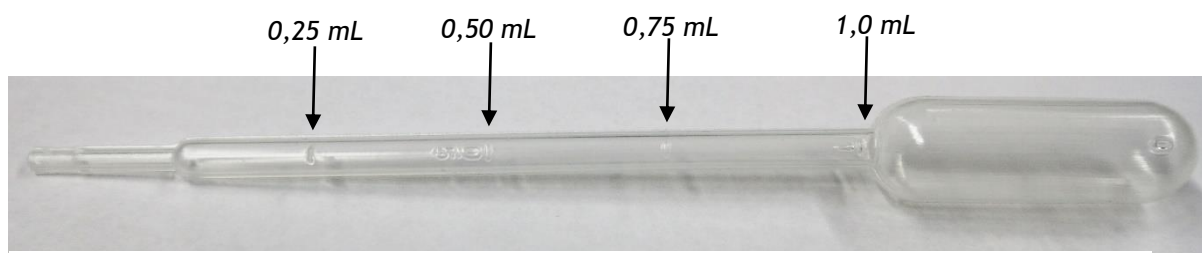

Figura 1 - Uma pipeta plástica descartável com escalas indicadas pelas setas.
- Uma pipeta plástica descartável (pipeta de Pasteur) de 1,0 mL com escala (veja a Figura 1 abaixo)